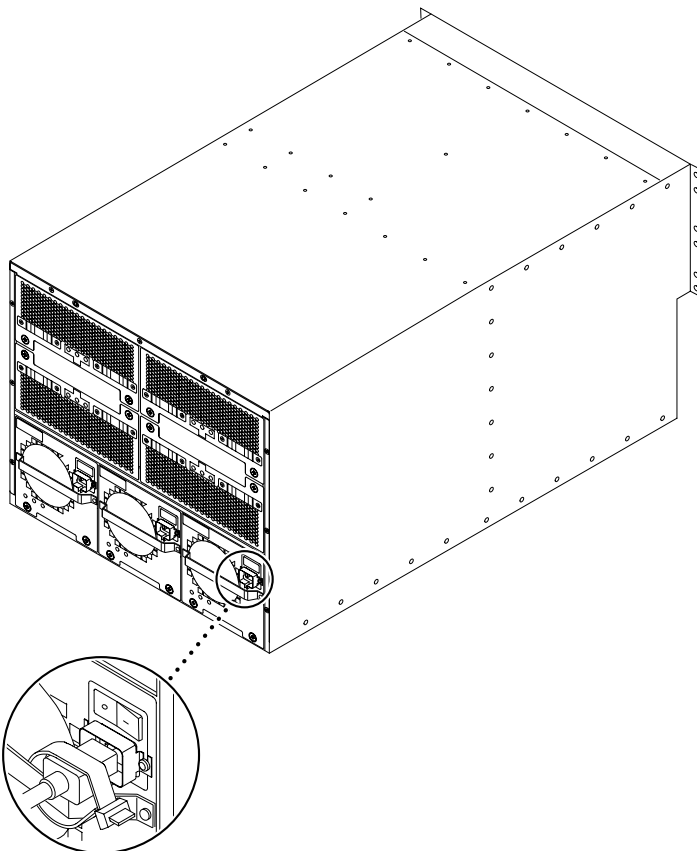

図 5-1 Sun Fire 3800 システムの電源スイッチ、電源コードソケットの位置
1. 各電源スイッチを、オフの位置に入れます (図 5-1)。
1. 各電源スイッチを、オンの位置に入れます (図 5-1)。
6. 各電源スイッチを、オンの位置に入れます (図 5-1)。